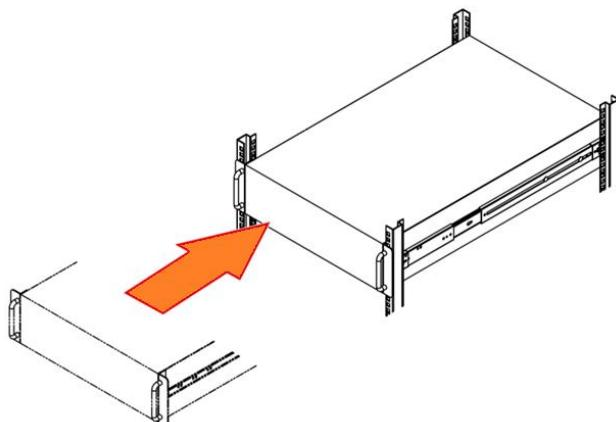

Рисунок 67 - Установка модуля управления в стойку
- 8) Нажать шасси с внутренними каналами в подвижный узел, чтобы завершить установку в стойку (см. Рисунок 67).